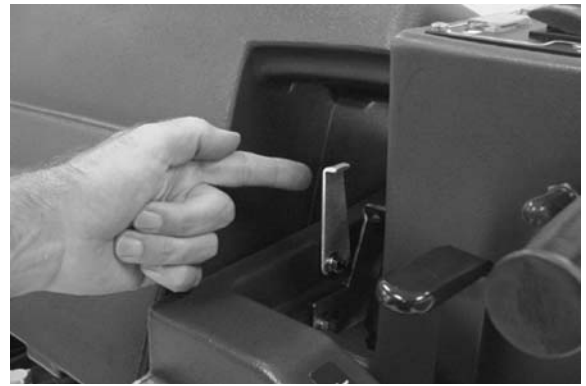

FIG. 30
6. Posez le réservoir de récupération sur la béquille de support, afin de faciliter la ventilation durant la mise en charge (Figure 30).